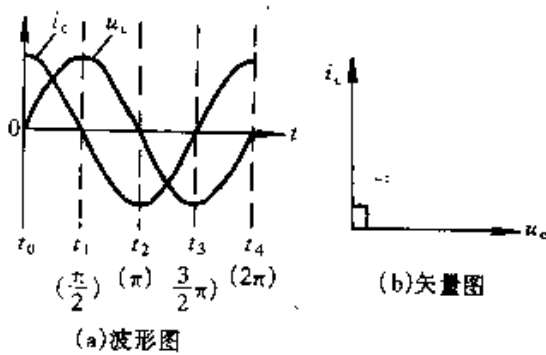
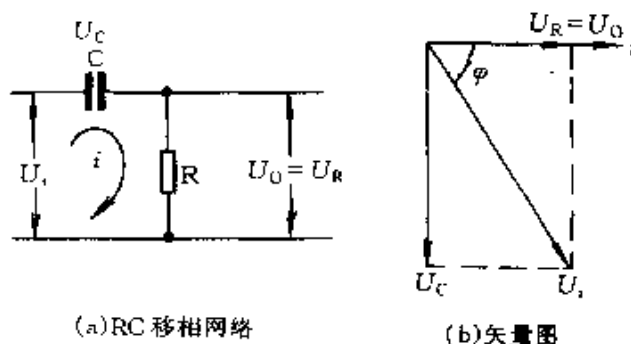
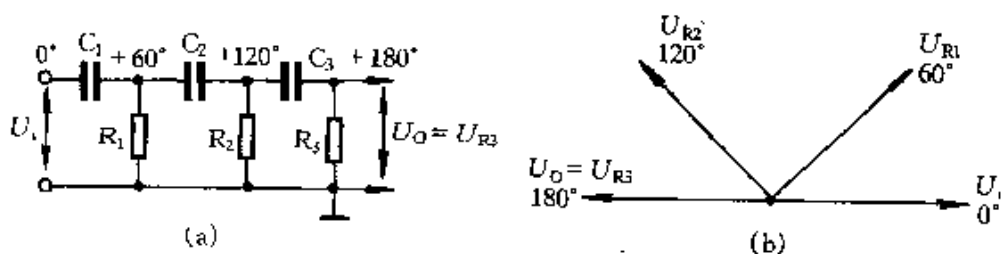

图 2-46
图 2-47
图 2-48
③ 电容器还具有移相作用。由于通过电容器的电流大小取决于交流电压的变化率,因此电容器上电流超前电压 90° ,如图 2-46 所示。利用电容器上电流超前电压的特性,可以构成 RC 移相网络,如图 2-47(a)所示。RC 移相网络中,输出电压
U_o 取自电阻 R , 由于电容器 C 上电流 i 超前输入电压 U_i , 因此 U_o 超前 U_i 一个相移角 φ , 见图 2-47(b)。 φ 在 $0^\circ \sim 90^\circ$ 之间, 由组成移相网络的 R 、 C 的比值决定。当需要的相移角超过 90° 时, 可用多节移相网络来实现。图 2-48(a) 所示为三节 RC 移相网络, 每节移相 60° , 三节共移相 180° , 图 2-48(b) 为其矢量图。该移相网络可用于晶体管 RC 振荡器。振荡频率 $f = \frac{1}{2\pi\sqrt{6}RC}$